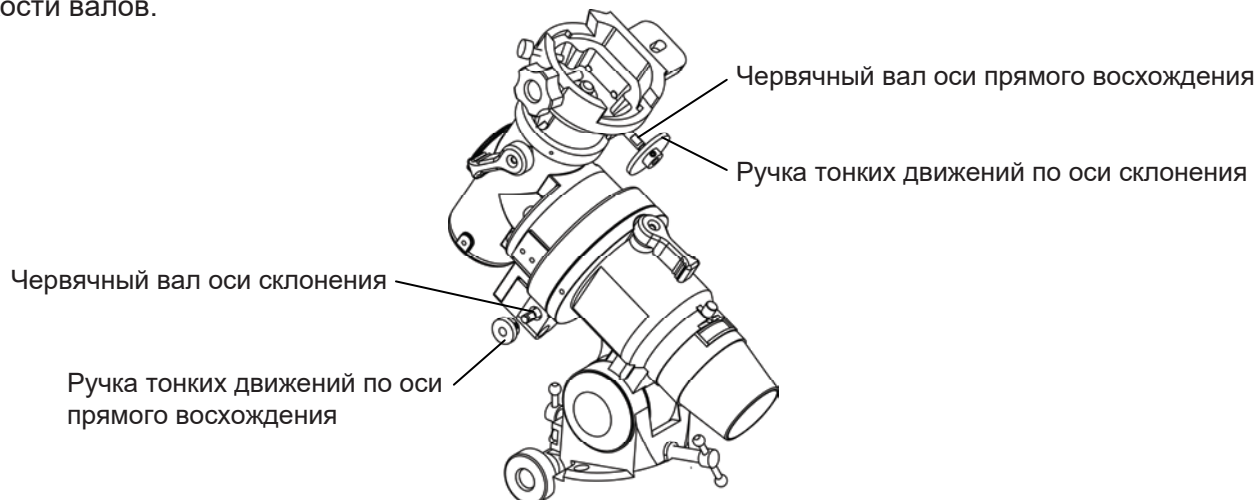

Рис. 1
2.1 Установка ручек тонких движений (рис. 1)